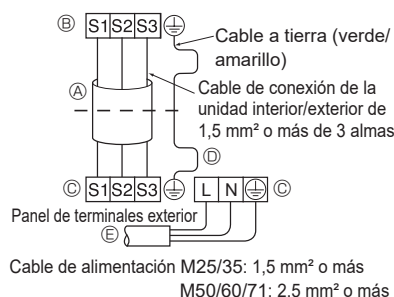
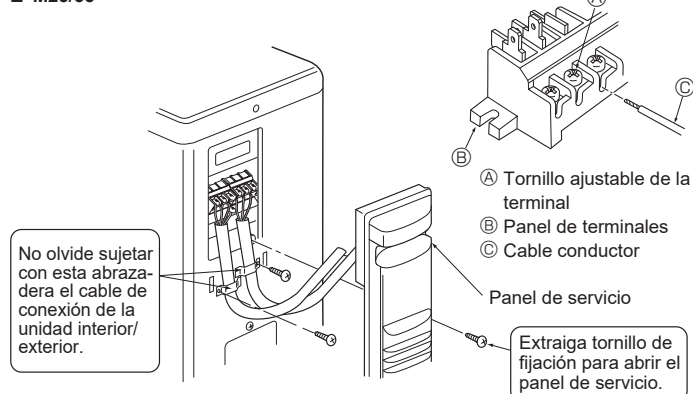
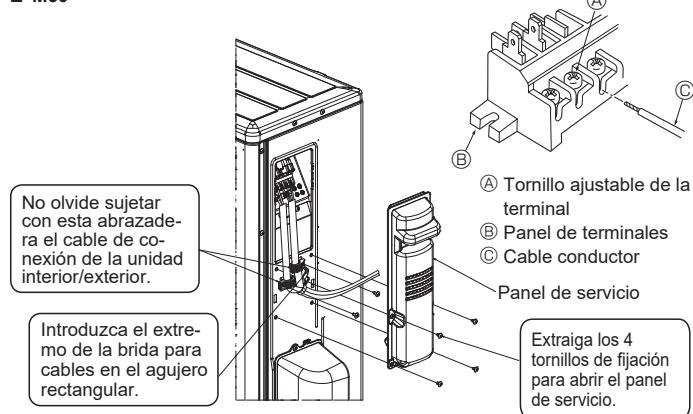

Fig. 6-2
Fig. 6-3
Fig. 6-4
6.1. Unidad exterior (Fig. 6-1, Fig. 6-2, Fig. 6-3, Fig. 6-4, Fig. 6-5)
- 2 Conecte los cables de acuerdo con la Fig. 6-1, Fig. 6-2, Fig. 6-3, Fig. 6-4 y la Fig. 6-5.
- Realice el tendido eléctrico como muestra el diagrama inferior izquierdo (los cables no vienen incluidos). (Fig. 6-2)
- ① Cable de conexión
- ② Panel de terminales interior
- ③ Panel de terminales exterior
- ④ Instale siempre un cable de tierra más largo que el resto de cables.
- ⑤ Cable de alimentación
- ⑥ Cable conductor